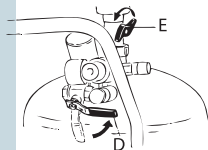

Рисунок 7.2
2. Поверните вентиль D вправо (положение, соответствующее подаче воздуха, чтобы облегчить заправку жидкости в основной резервуар) (рис. 7.2).